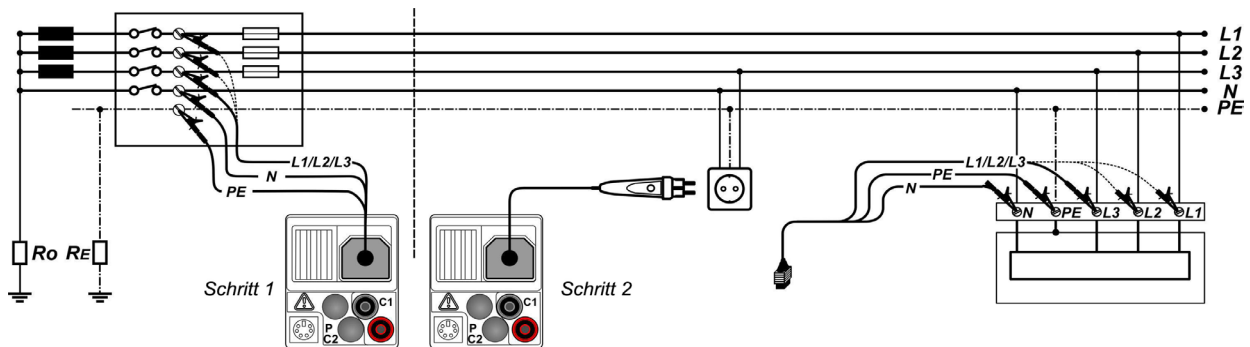

Abbildung 5.30: Anschluss des optionalen Commander-Prüfsteckers (044149) und der 3-Leiter-Prüfleitung - Abbildung am Beispiel des IT 130
- Kontaktieren Sie die Prüflleitungen an das Prüfobjekt (siehe Abbildung 5.30).